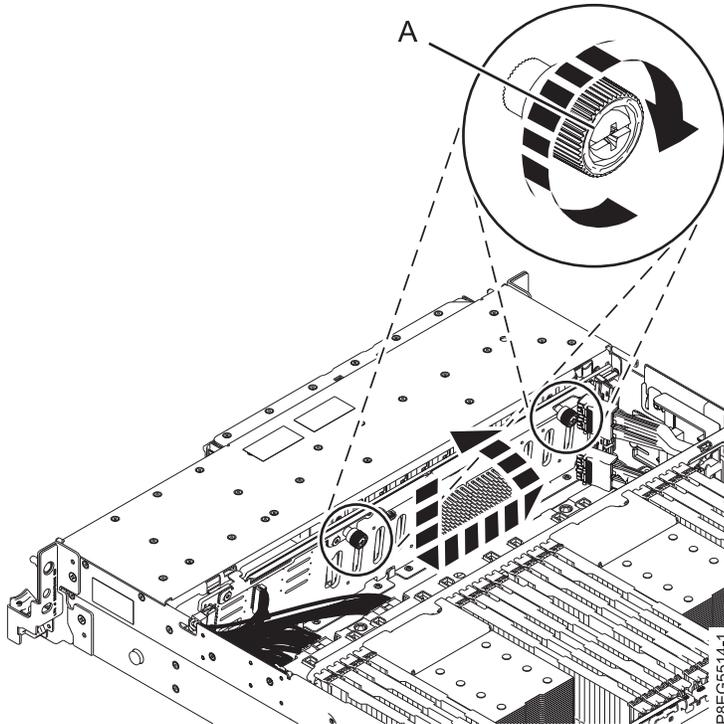

Abbildung 19. Befestigen der Plattenlaufwerksrückwandplatine
4. Vervollständigen Sie jetzt die Installation der Rückwandplatine. Verwenden Sie von der Vorderseite des Systems aus die Leiste an der Oberseite der Plattenlaufwerksrückwandplatine. Neigen Sie die Rückwandplatine zur Rückseite und lassen Sie sie in das Chassis herunter. Richten Sie die Aussparungen der Rückwandplatine an den Laschen im Chassis aus, um die Platine in das System einzufügen. Verschieben Sie die Rückwandplatine leicht, um sie zu sichern (siehe Abb. 19 auf Seite 22).